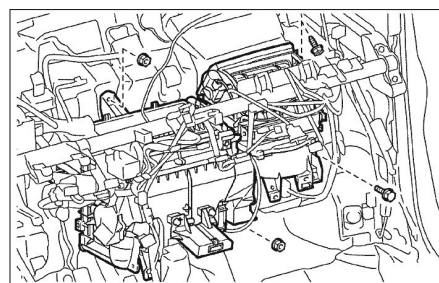

FIG. 17
- Déposer les boulons et écrous de fixation du bloc de chauffage-climatisation du tablier (fig. 17).